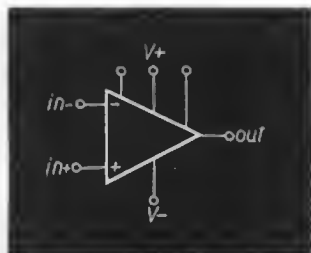

figura 7
**Vediamo ora come « lavora » l'operazionale**, il cui simbolo elettrico è rappresentato in figura 7.